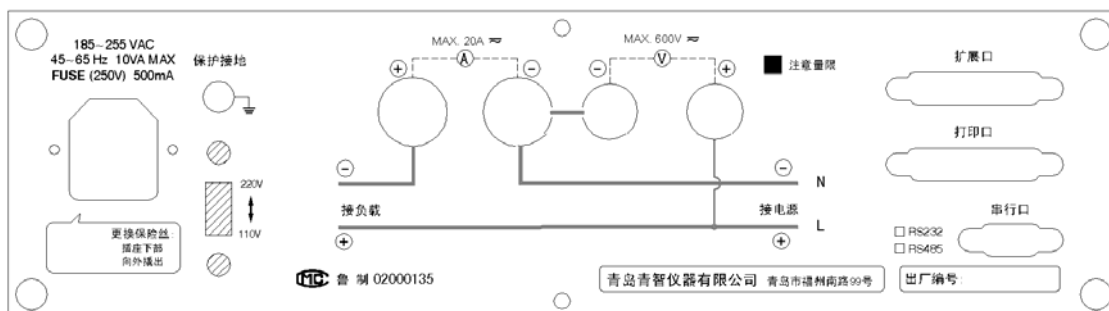

图 2 后面板示意图
1. 后面板由以下几部分组成：电源插座、接线端子、通讯串口（见图 2）。